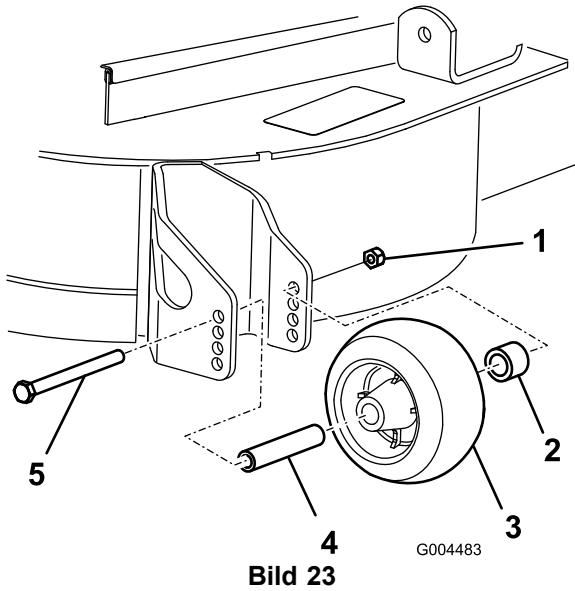

Bild 23
3. Nach dem Einstellen der Schnitthöhe sollten Sie die Rollen einstellen. Nehmen Sie die Bundmutter, die Büchse, das Distanzstück und die Schraube ab (Bild 23).
5. Setzen Sie die Bundmutter, die Büchse, das Distanzstück und die Schraube ein. Ziehen Sie sie auf 54–61 Nm an (Bild 23).